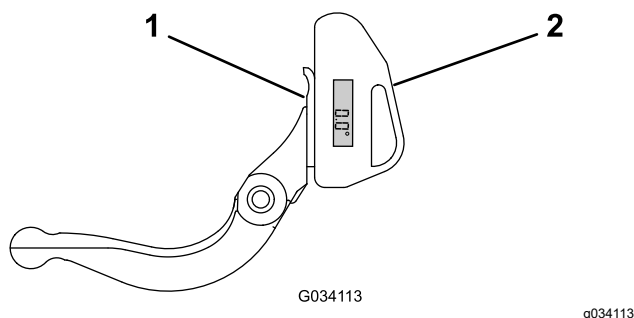

Figura 24
1. Posizionate il goniometro sul lato inferiore della controlama, come illustrato nella Figura 24.